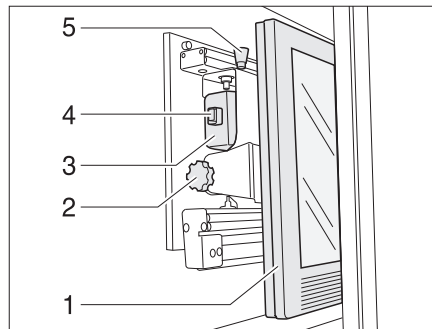

Bild 130 TV-skåp
- Tryck på låsknappen (Bild 130,5) och drag, med handtaget (Bild 130,4), fram fästet för den platta bildskärmen till stoppläget.
- Drag ut låsknappen (Bild 130,1) och vrid den platta bildskärmen (Bild 130,2) till önskat läge.
- Lossa den räfflade skruven (Bild 130,3).